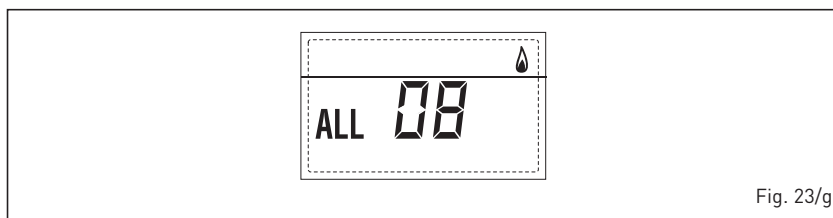

Fig. 23/g
– **WATER CIRCULATION ERRORS ALARM 09 (fig. 23/h)**